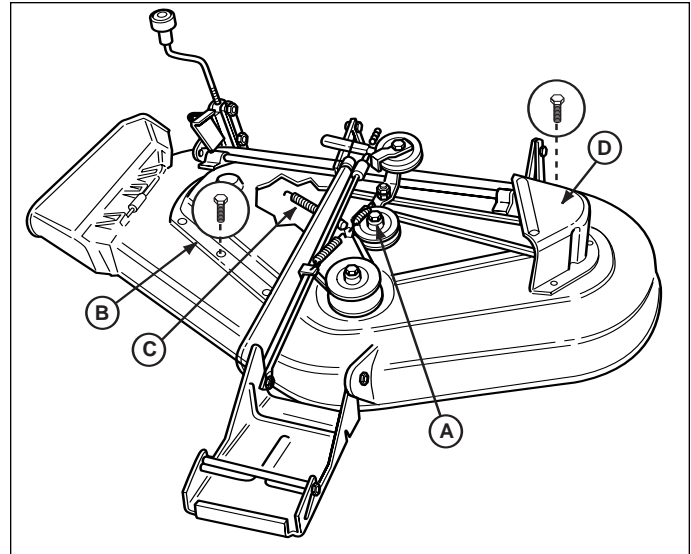

Abb. 43. Mähwerke - 112 cm und 127 cm
3. Die vier Kopfschrauben, die die rechte Wellenabdeckung (B, Abb. 43) sichern, entfernen. Die drei Kopfschrauben, die die linke Wellenabdeckung (D) sichern, entfernen.
4. Mit Hilfe einer Gripzange oder einem Federabzieher die Riemenscheibenfeder (C, Abb. 43) vom Schlitz im Mähwerk entfernen.
5. Kopfschraube (A, Abb. 43), die die Riemenscheibe an der Halterung sichert, lösen. Nun kann der Riemen zwischen der Riemenscheibe und der Halterungsnahe durchgezogen werden.
7. Kopfschraube anziehen (A, Abb. 43).
9. Die linken und rechten Wellenabdeckungen anbringen (B und D, Abb. 43).